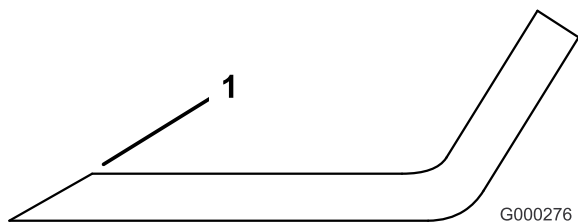

Figura 79
1. Utilice una lima para afilar el filo de corte en ambos extremos de la cuchilla (Figura 79). Mantenga el ángulo original. La cuchilla permanece equilibrada